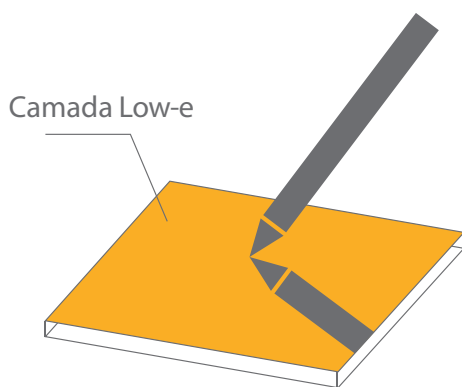

Fig. 3
- a) Encoste a ponta de uma caneta em um dos lados do vidro. Se as pontas encostarem uma na outra, este é o lado do coating (Camada Low-e), conforme Figs. 3 e 4;